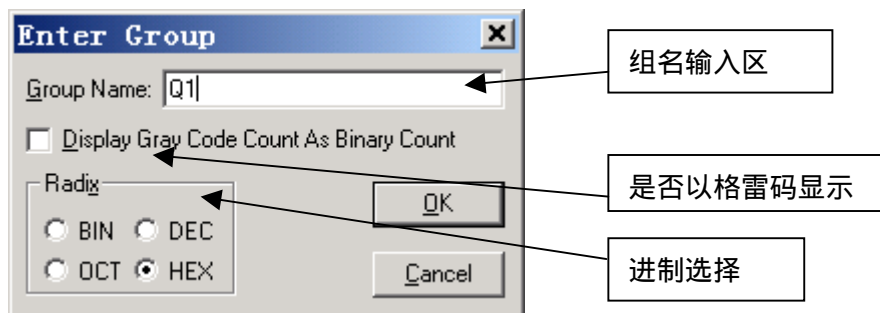

图 3.15 设置组的对话框
- b. 在选中区（黑色）上单击鼠标右键，打开一个浮动菜单，选择“Enter Group”项，出现图 3.15 所示的对话框；